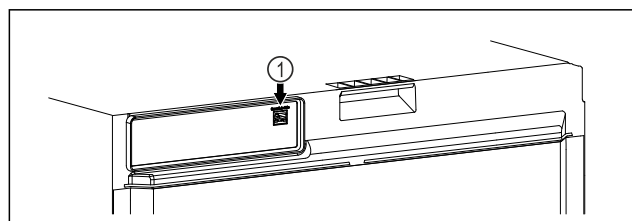

Fig. 113
- ☐ Vstavljen je SmartModule Fig. 113 [1].